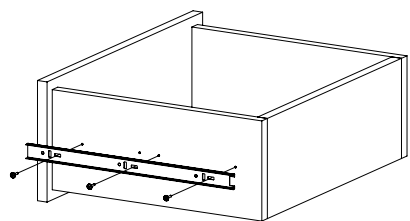

Рис.10
9. Закрепите внутренние планки направляющих на деталях 11, и 12 шурупами 3,5х16 (Рис. 10). При необходимости регулировки ящика выкрутите шурупы из круглых отверстий и перекрутите в овальные (продольные и вертикальные регулировочные отверстия). Не затягивая до конца шурупы, сместите ответную планку вверх-вниз. Затяните шурупы до конца.